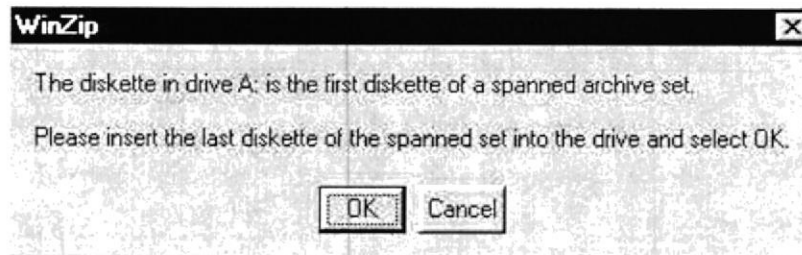

Figura 4.7.3 Proceso de Extracción
6. Esta ventana nos muestra un mensaje, el mismo que solicita que se ingrese el diskette # 1 en el drive A, una vez colocado el diskette nos aparece la ventana que se muestra en la figura 4.7.3.